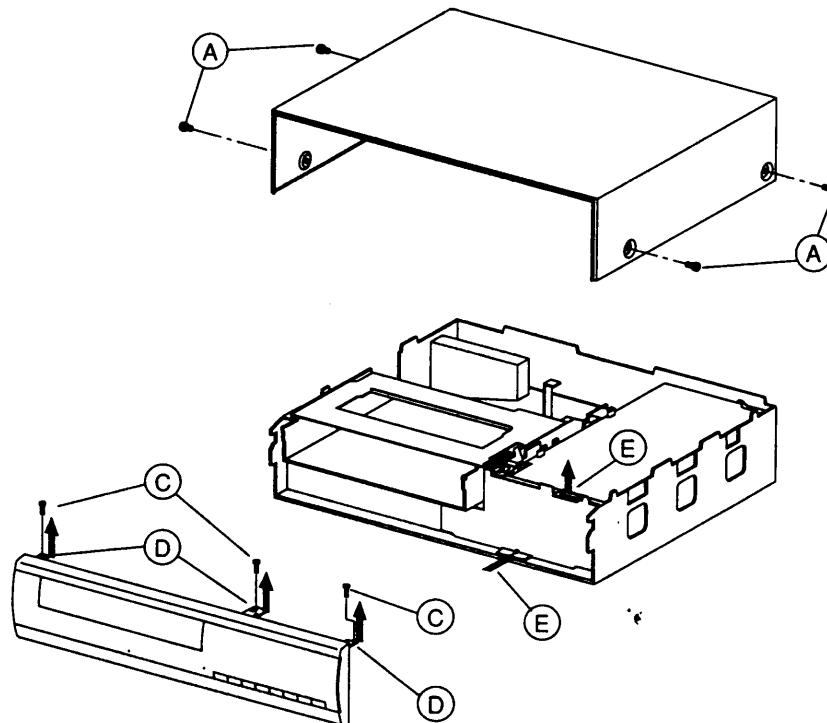

Fig. 1
- 4 Schrauben (A) herausdrehen (Fig. 1).
- 3 Schrauben (C) herausdrehen, Rasthaken (D) lösen, Frontblende nach vorne wegklappen (Fig. 1).
- Remove 4 screws (A) (Fig. 1).
- Remove 3 screws (C), release locking catches (D) hinge the front panel away from the front (Fig. 1).
- Rastnasen (E) lösen (Fig. 1).
- Release the locking catches (E) (Fig. 1).